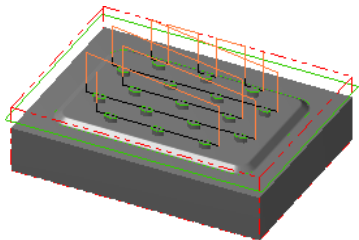
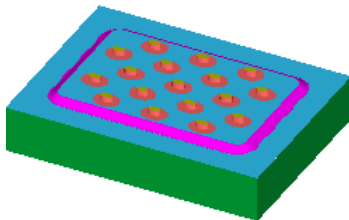

图 25.32 刀具路径
图 25.33 仿真结果
(1) 设置曲面参数。在“曲面精加工平行铣削”对话框中单击 **曲面参数** 选项卡，在 **预留量** 文本框中输入值 0.0。
(2) 设置精加工平行铣削参数。在“曲面精加工平行铣削”对话框中单击 **精加工平行铣削参数** 选项卡，然后在 **大切削间距 (M)** 文本框中输入值 5.0，在 **切削方式** 下拉列表中选择 **单向** 选项。
(3) 在“曲面精加工平行铣削”对话框中单击 **间隙设置 (G)...** 按钮，然后选中 ☒ **切削顺序最佳化** 复选框，在 **切线的长度** 文本框中输入值 5.0，然后单击 ☒ 按钮。
Step5. 单击“曲面精加工平行铣削”对话框中的 ☒ 按钮，同时在图形区生成图 25.32 所示的刀具路径。
(1) 在 **刀具路径管理器** 选项卡中单击 ☒ 按钮，然后单击“验证已选择的操作”按钮 ，系统弹出“Mastercam Simulator”对话框。
(2) 在“Mastercam Simulator”对话框中单击  按钮，系统将开始进行实体切削仿真，结果如图 25.33 所示。单击  按钮关闭“Mastercam Simulator”对话框。